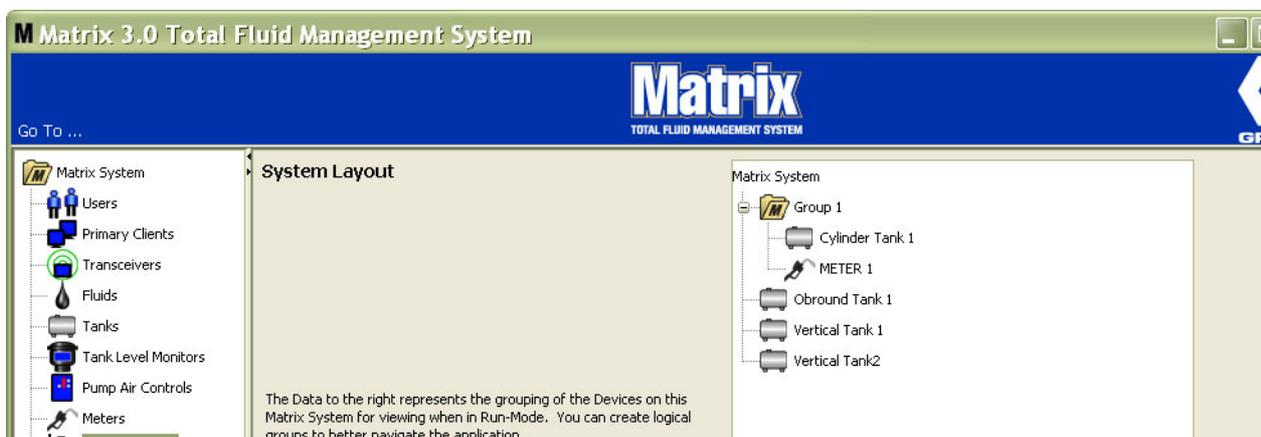

ABB. 132
12. Wenn Sie mit dem Erstellen oder Ändern von Gruppenordnern fertig sind, klicken Sie auf „OK“, um das Fenster zu schließen und die Änderungen zu speichern. Die von Ihnen erstellte(n) Gruppe(n) wird/werden in der Matrix-Systemspalte angezeigt (ABB. 132).